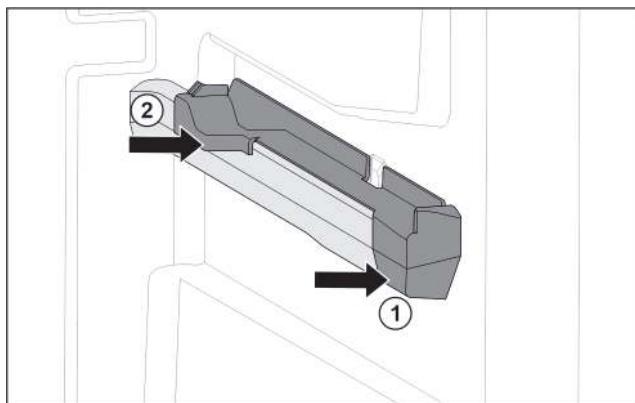

Fig. 47 Вставная часть на правом контейнерном ребре
- Наденьте вставную часть спереди на контейнерное ребро. Fig. 47 (1)
- Нажмите на вставную часть сзади. Fig. 47 (2)